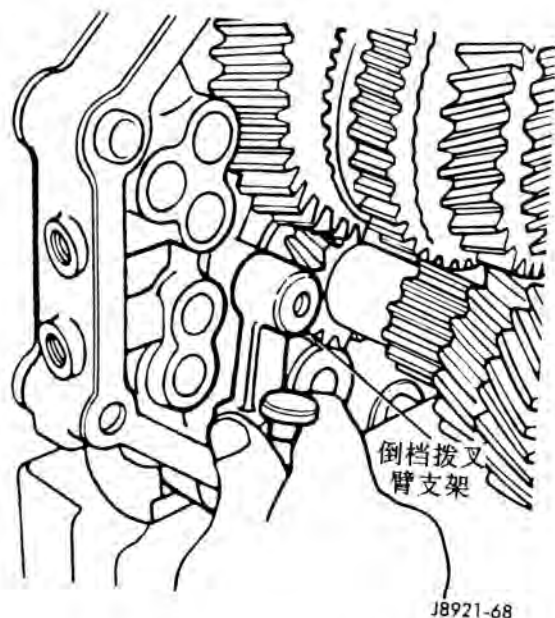

图 68 安装倒档拨叉臂支架
(23) 安装倒档拨叉臂支架(图 68)。紧固固定螺栓, 拧紧扭矩为 18 牛·米(13 磅·英尺)。